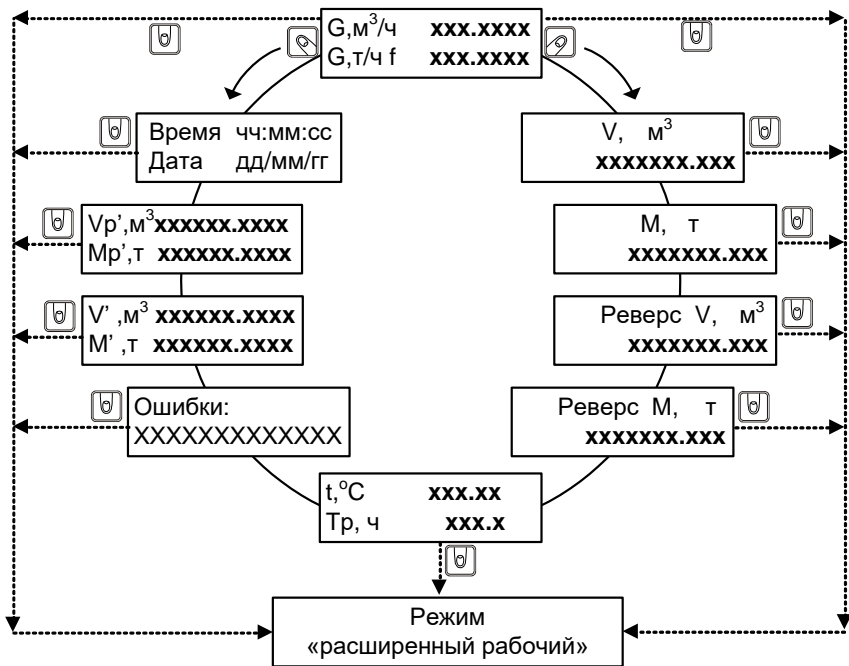

Рис. 9.1
9.1.3 Порядок перехода между окнами меню режима **«Рабочий»** изображен на рис. 9.1.